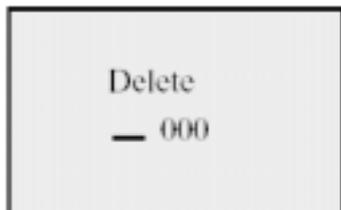

Рис. 4.16
1. Нажмите **OK** при нахождении курсора на поле <Delete FB> в режиме <Editor>. Произойдет переход в режим удаления, как показано на Рис. 4.16.